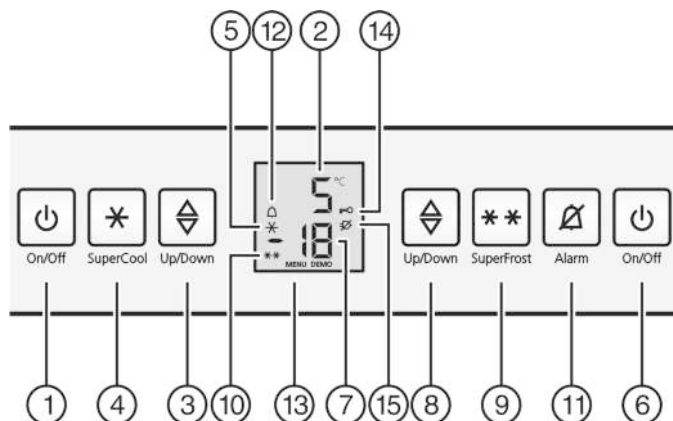

Fig. 2
- Нажмите кнопку On/Off морозильного отделения Fig. 2 (6).
- Нажмите кнопку On/Off холодильного отделения Fig. 2 (1).
- Активация режима настройки: Нажмите кнопку SuperFrost Fig. 2 (9) и удерживайте ее прим. 5 секунд.
- ▷ На индикаторе будет отображаться символ «Меню» Fig. 2 (13).
- Для подтверждения нажать и отпустить кнопку «SuperFrost» Fig. 2 (9).
- ▷ На индикаторе горит символ «Защита от детей» Fig. 2 (14).
- Нажмите и сразу отпустите кнопку On/Off морозильного отделения Fig. 2 (6).
- ▶ Активация режима настройки: Нажмите кнопку SuperFrost Fig. 2 (9) и удерживайте ее прим. 5 секунд.
- ▶ Для подтверждения нажать и отпустить кнопку «SuperFrost» Fig. 2 (9).
- ▷ Символ «Защита от детей» Fig. 2 (14) гаснет.
- ▶ Нажмите и сразу отпустите кнопку On/Off морозильного отделения Fig. 2 (6).
- ▶ Нажмите кнопку Alarm Fig. 2 (11).
Одновременно мигает индикация температуры и символ тревоги Fig. 2 (12).
Звуковой сигнал выключается автоматически, символ аварийного сигнала Fig. 2 (12) выключается и индикатор температуры перестает мигать, если температура снова становится достаточно низкой.